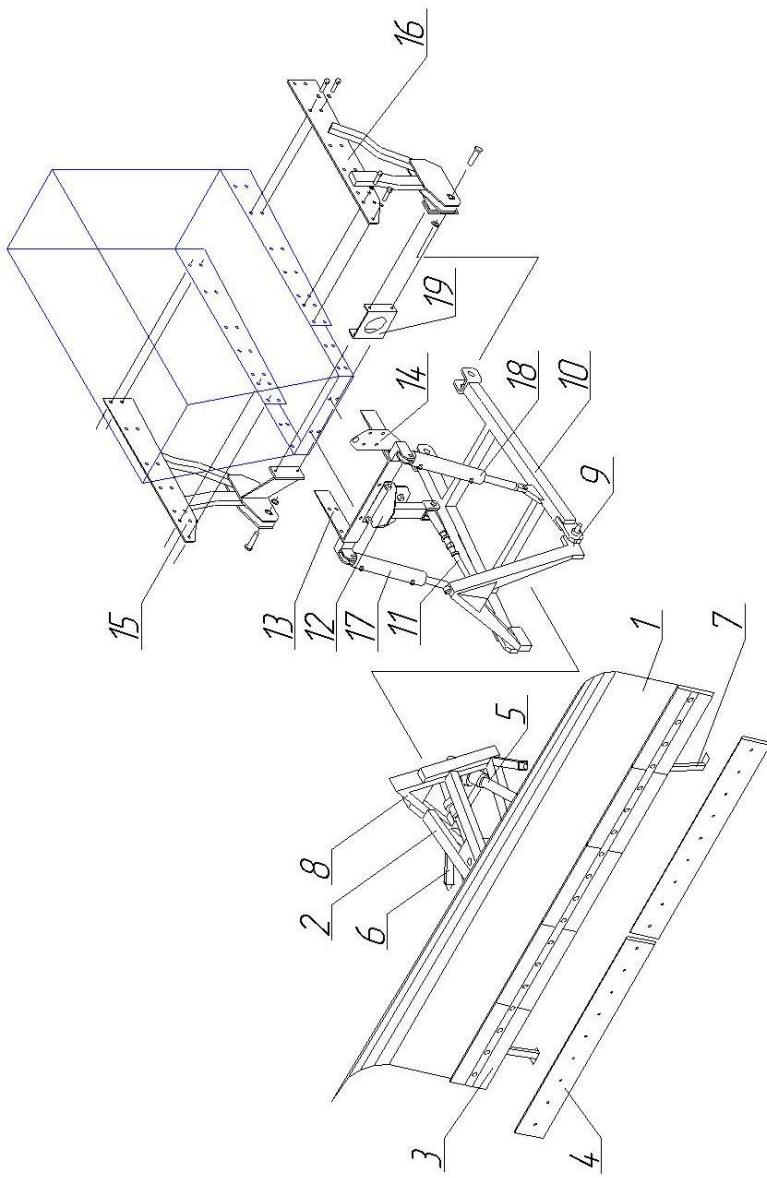

Рисунок 1. Устройство и схема сборки ГО-2.5
1. С бруса переднего трактора снять имеющуюся серьгу и установить скобу 13 и серьгу 12 (рис.1) при помощи болтов M16 из